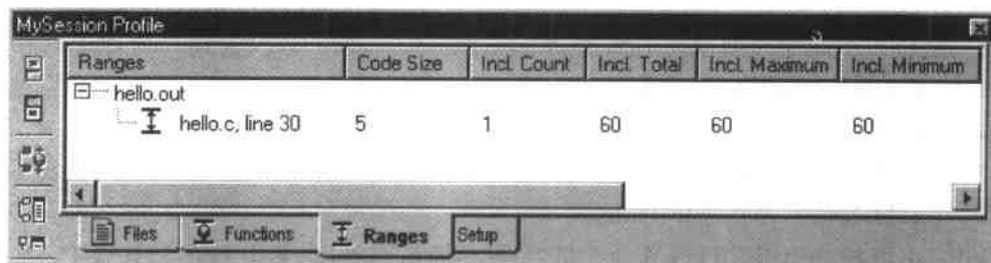

图 7.17 执行 LOG_printf 的指令周期数
(6) 执行菜单命令 Debug→Run, 或者在 Debug 工具栏上单击  按钮运行程序。在 MySession 剖析窗口中, 观察 Incl. Total 栏的数字。由于这个函数只运行一次, Total、Maximum 和 Minimum 栏的数值是一样的。Incl. Total 栏显示了与该行代码相关的汇编语言代码从开始执行到执行完成所花的指令周期数, 如图 7.17 所示。